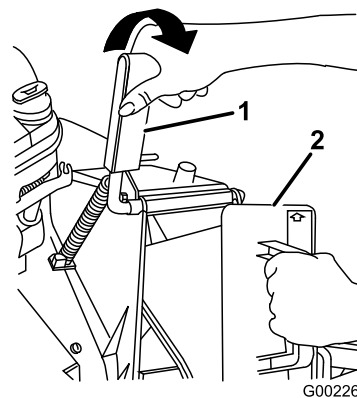

Figure 5
1. Ouvrez le volet d'éjection en tirant sur la poignée et en la reculant (Figure 5). Maintenez la poignée en position d'ouverture pour empêcher le ressort de refermer le volet pendant l'insertion de l'obturateur.
2. L'obturateur étant légèrement plus large que l'ouverture de l'éjecteur, tournez-le légèrement dans le sens horaire lors de l'insertion (Figure 5).